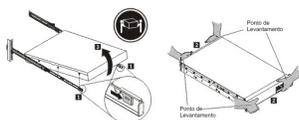

Figura 20. Destravando e Girando a Frente do Dispositivo
**Nota:** Certifique-se de que duas pessoas levantem o dispositivo com as mãos posicionadas conforme ilustrado pelo número **2** na Figura 20 na página 52.
1. Destrave e gire a parte frontal do dispositivo conforme mostrado na Figura 20 na página 52.